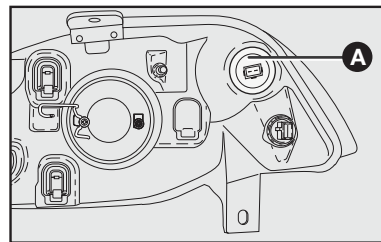

fig. 24
2) Retirar o porta-lâmpadas **A-fig. 24** girando-o no sentido anti-horário;